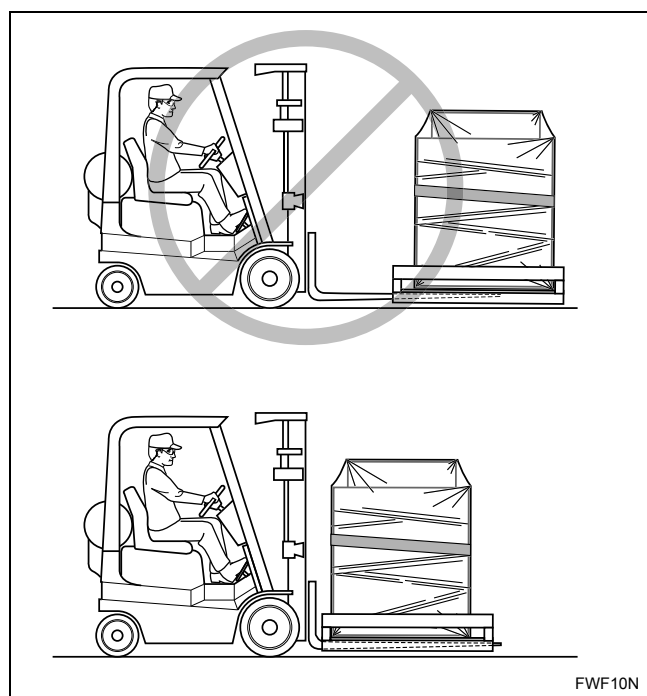

Figure 3
2. Régler la fourche du chariot en fonction de la longueur et de l'écart maximaux, puis les glisser à fond sous le centre de la palette. Se reporter à la Figure 3.